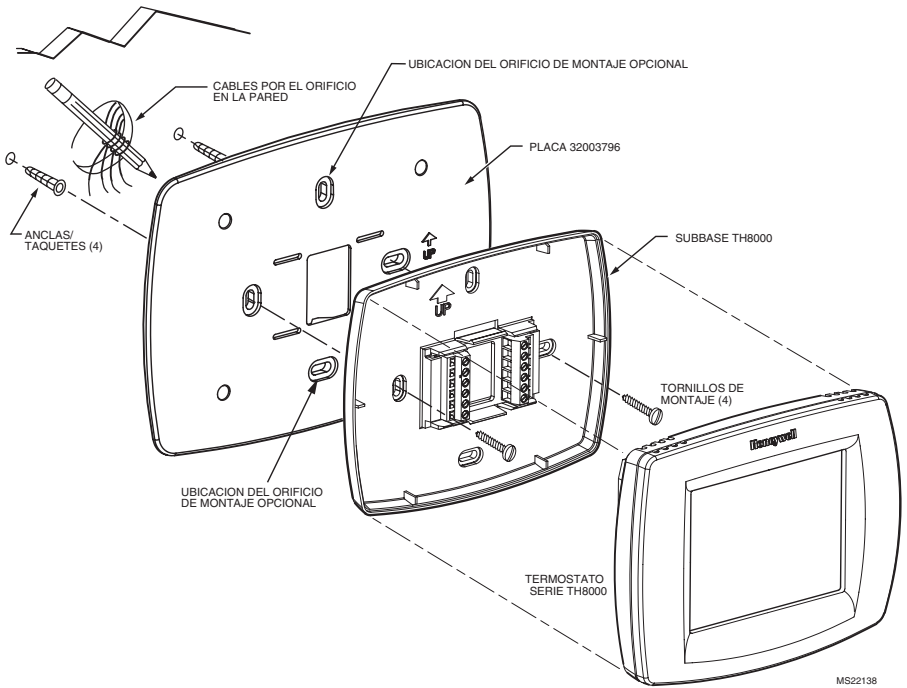

Figura 2. Cómo fijar el termostato Serie TH8000, la subbase y la placa 32003796 a la pared.
3. Alinee la placa y la placa de pared del termostato con los orificios. Inserte los tornillos incluidos con el termostato; posteriormente, nivele y apriete los tornillos. Vea la figura 2.